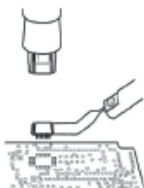

Fig. 5
- Lorsque l'étain à souder est fondu, retirez les composants CMS en soulevant le doigt extracteur (Fig. 5)